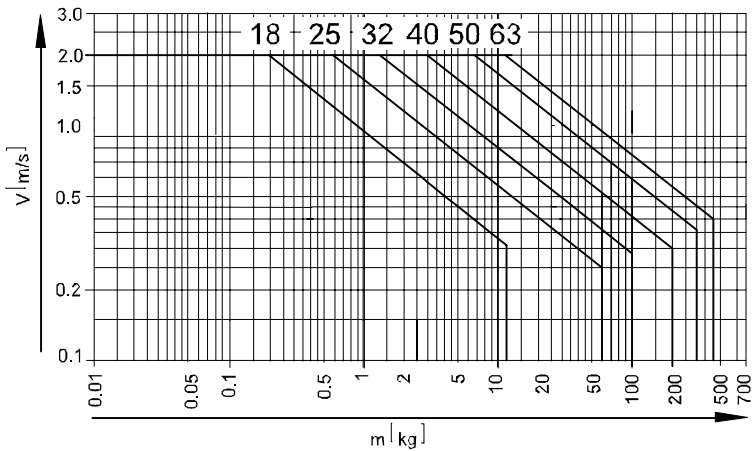

Bild 22
Kurvorna i Bild 22 gäller för:
Utän extern dämpning kan ett överskridande av angivna massor och hastigheter i Bild 22 leda till skador på DGPI(L)-... .
- Kontrollera om belastningen för DGPI(L)-... fortfarande ligger inom det tillåtna området: se kapitlet Idrifttagning, Bild 22.